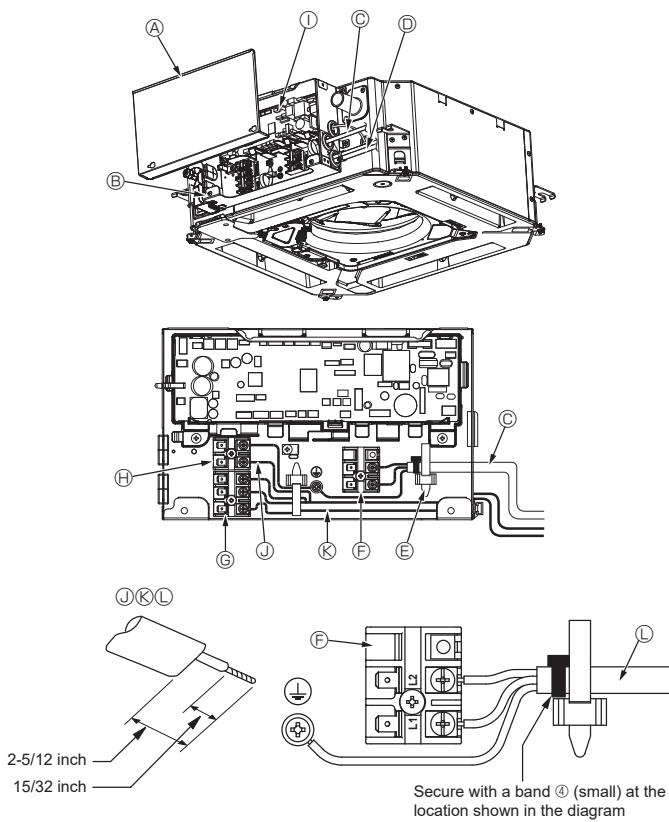
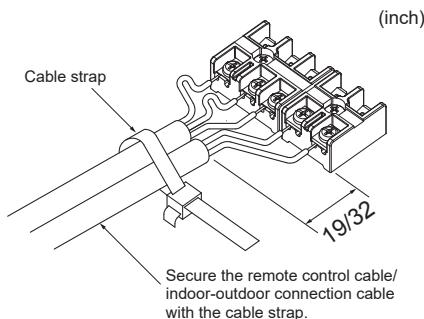

Fig. 4-1
Fig. 4-3
4.1. Indoor unit (Fig. 4-1, Fig. 4-2, Fig. 4-3)